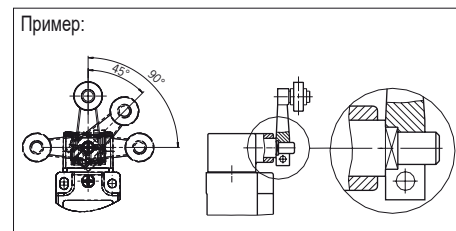

Рис. 2. Вертикальная установка исполнительного ключа
- ▶ Исполнительный ключ (балансир) должен крепиться на приводном валу с геометрическим замыканием. Квадраты на исполнительном ключе и приводном валу должны зацепляться (см. рис. Рис. 2).